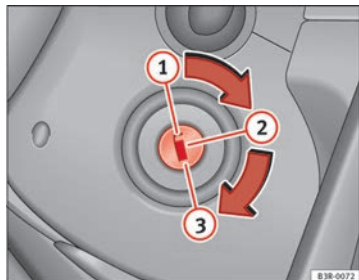

Fig. 86 Posiciones de la llave de contacto
- Extraiga la llave de encendido en la posición ① ⇒ fig. 86 ⇒ ⚠.